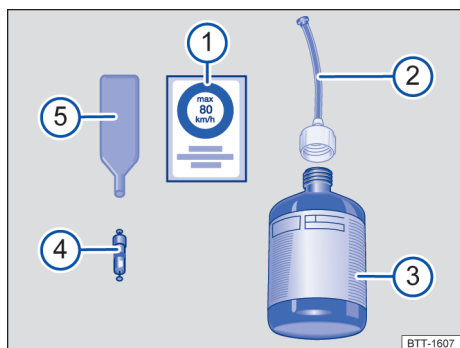

Fig. 239 Representação esquemática: componentes do kit de reparo de furos.
O kit de reparo de furos é composto pelos seguintes elementos → Fig. 239:
O **removedor do elemento** → Fig. 239 5 tem na extremidade inferior uma ranhura para o elemento da válvula. Apenas assim pode ser desrosqueado e voltar a rosquear o elemento da válvula do pneu. Isto também vale para o elemento da válvula 4.
11. Cole o adesivo → Fig. 239 ① do kit de reparo de furos no painel de instrumentos, dentro do campo de visão do condutor.
- Desrosqueie o elemento da válvula com o removedor do elemento → Fig. 239 ⑤ e o deposite sobre uma base limpa.
- Agite energicamente o frasco de selante → Fig. 239 ③ diversas vezes.
- Rosqueie fixamente o tubo de enchimento → Fig. 239 ② no frasco de selante no sentido horário. O lacre do bocal do frasco é perfurado automaticamente.
- Retire a tampa do tubo de enchimento → Fig. 239 ② e introduza a extremidade aberta na válvula do pneu por completo.
- Rosqueie novamente o elemento da válvula do pneu com ajuda do removedor do elemento → Fig. 239 ⑤.